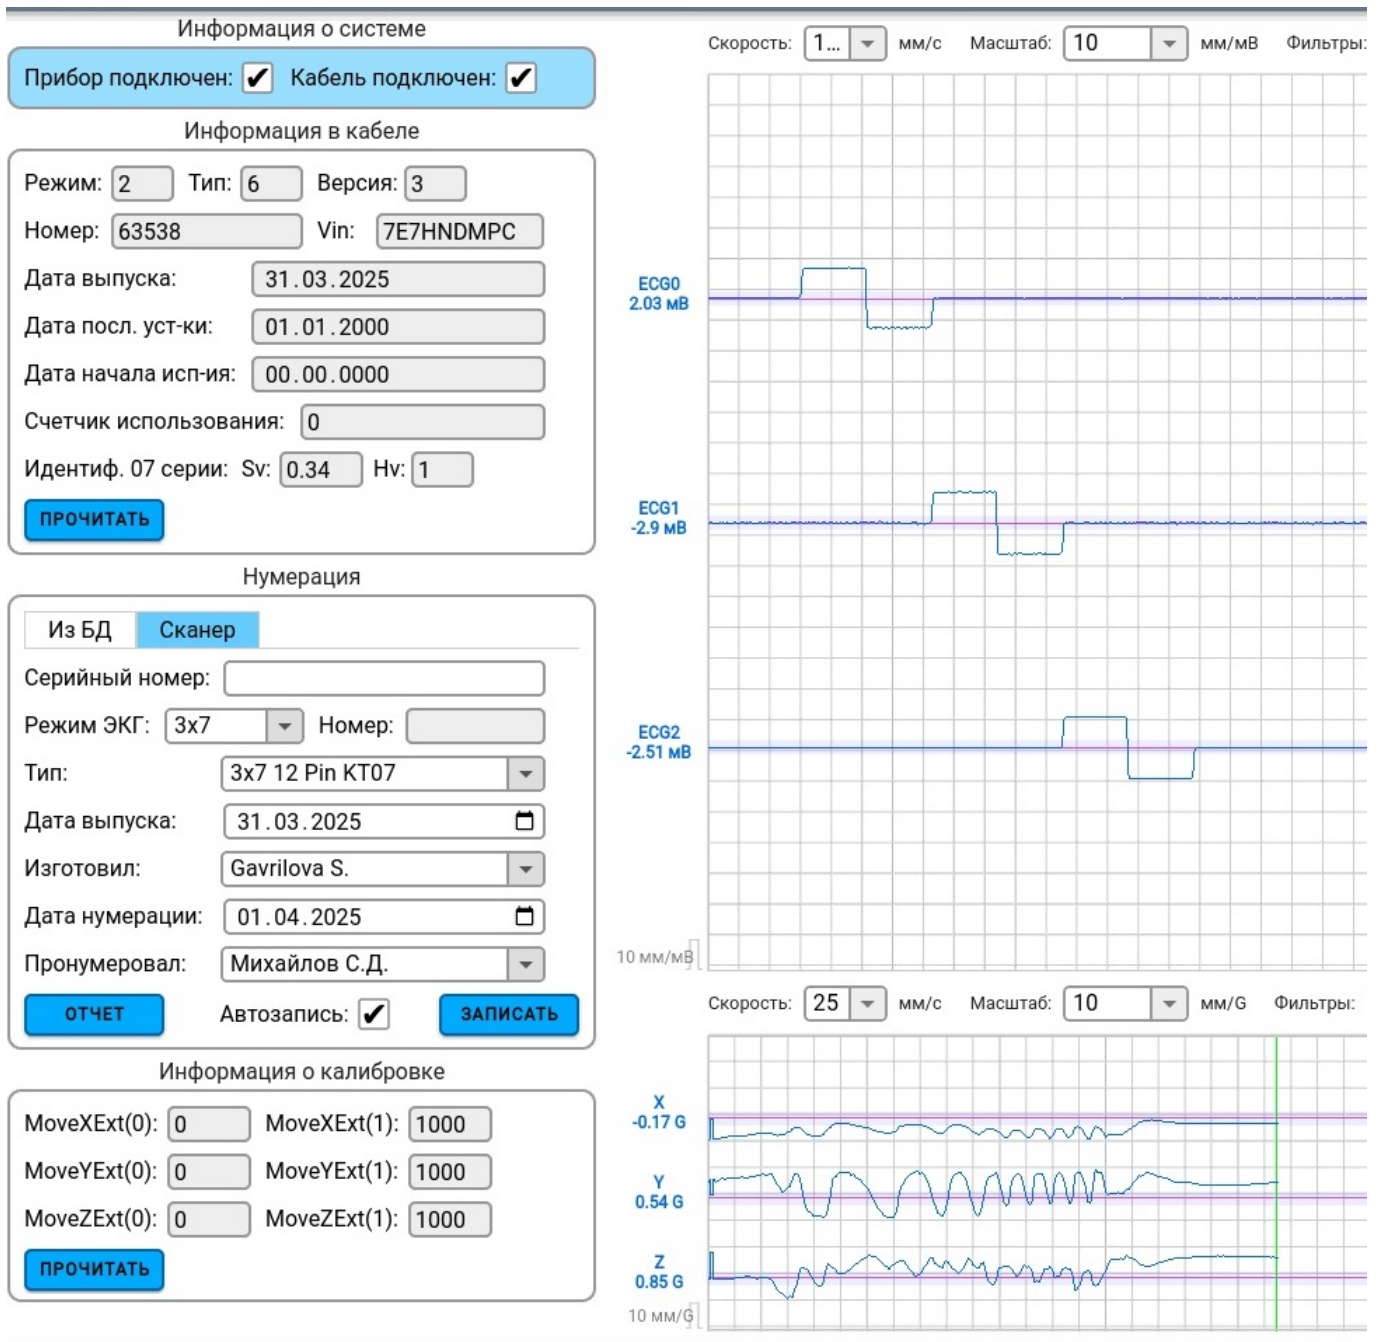

Рис. 3. Вид интерфейса утилиты CableLab – ошибка чтения параметров кабеля.
7.1.6.1. При первичной загрузке отсутствует галочка в поле «Кабель подключен» и не читаются данные кабеля в полях «Тип», «Номер», и др. (см. рис.3). Необходимо отключить кабель и подключить его повторно. Если ошибка повторяется, работа программы считается некорректной, кабель подлежит отбраковке.